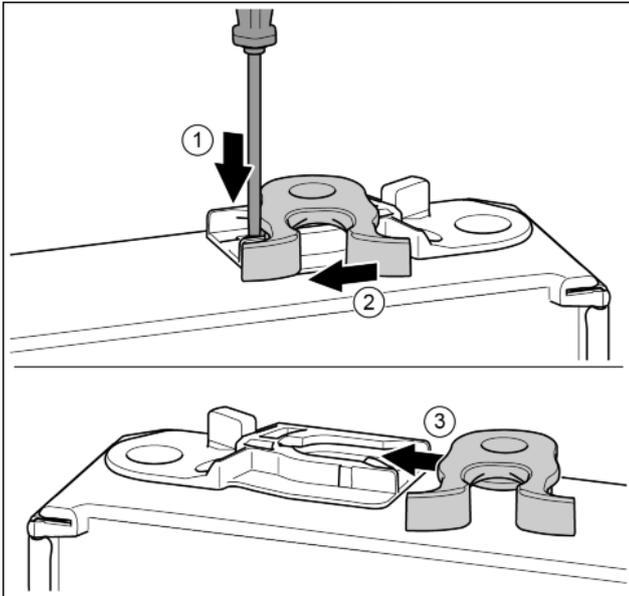

Fig. 18
- ▶ Con un cacciavite spingere la linguetta verso il basso. Fig. 18 (1)
- ▶ Estrarre il gancio di chiusura dalla guida. Fig. 18 (2)
- ▶ Spingere il gancio di chiusura sull'altro lato nella guida. Fig. 18 (3)